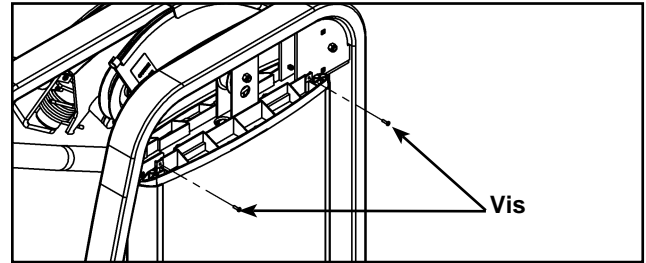

Figure 15
- B. Installez les deux vis supérieures qui fixent le capot arrière. Reportez-vous à la figure 15.